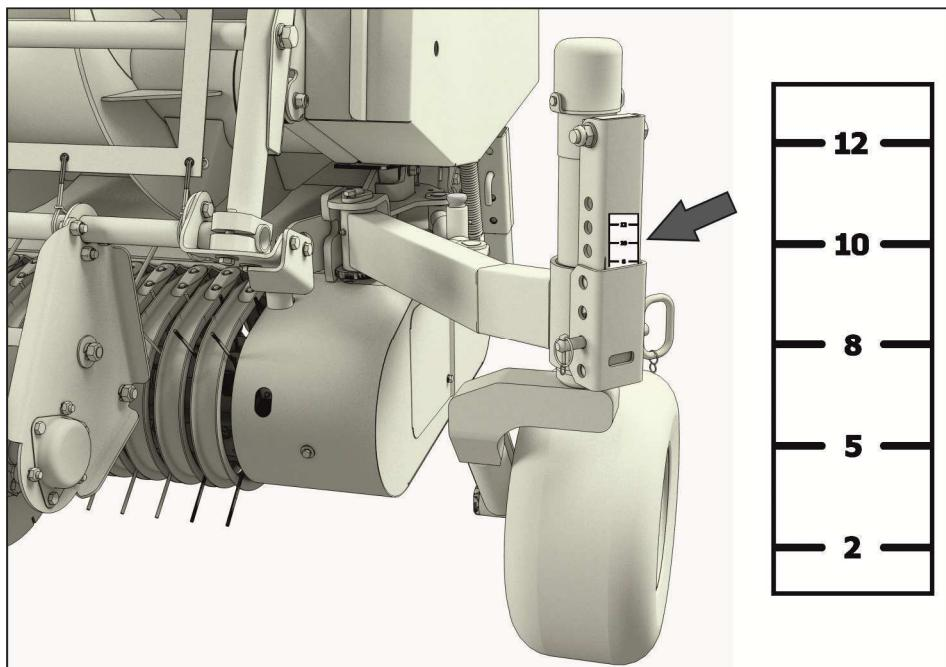

Рисунок 6.3 – Табличка «Высота подбора»
Для ориентира, положение высоты подбора указано на таблице «Высота подбора» (см. рисунок 6.3). **ВАЖНО!** Значения на табличке могут отличаться от реальных, они зависят от рельефа поля и указаны условно. Регулировку расстояния от концов подбирающих пальцев до поверхности земли смотреть в п. 6.2.2.
- 2) Чтобы исключить упирание шин колеса в крайний пружинный палец нормализатора, необходимо установить высоту подбора 55 мм в положение «5» или большее значение (см. рисунок 6.3).